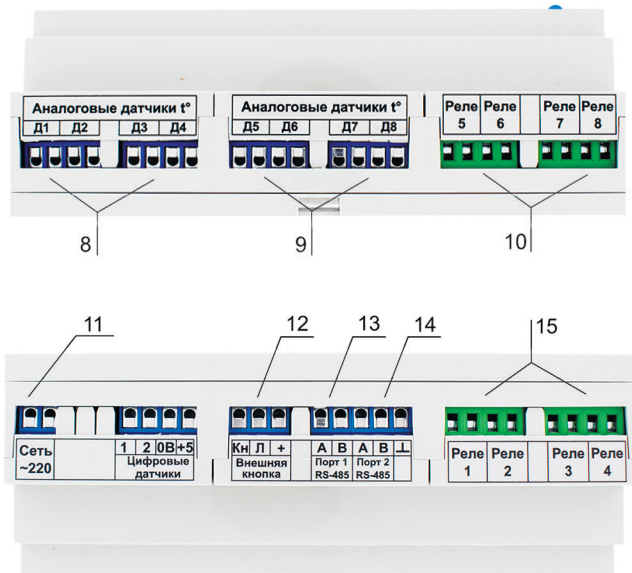

Рисунок 2. Элементы управления TERMFLAT
Для этого нужно нажать и удерживать не менее 3 секунд кнопку выбора помещения (см. поз. 7 на рис. 2). После того как погаснет экран текущей температуры (поз. 3 рис. 2), отпустить кнопку. На правом экране (поз. 3 рис. 2) появится надпись «С 8»:
7.1. Смена режима с Комфорта на Эконом и обратно производится кнопкой 6 (см. главу 5 и рис. 2). При этом в экономичном режиме загорается синий светодиод «ЭКО» (5).